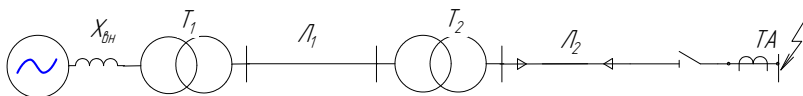

Рис. 1.1. Расчетная схема
1. По исходной схеме составляется схема замещения (рис. 1.1), приведенная к одной ступени напряжения U_6 . В схеме замещения учитываются как индуктивные, так и активные сопротивления элементов сети.
Расчетная схема приведена на рис. 1.1.